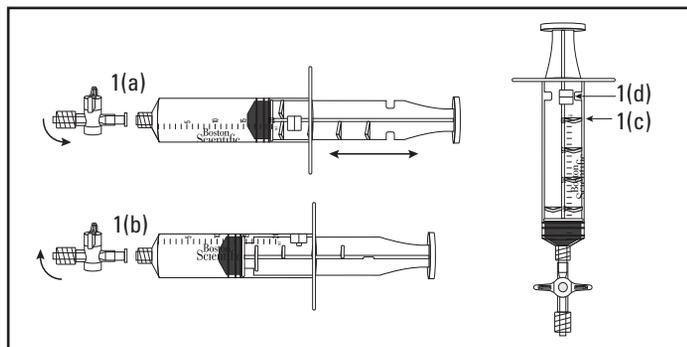

Figura 1.
1. Examine la llave de paso (figura 1(a)). La llave de paso tiene dos conexiones Luer para acoplarla a la aguja y la jeringa. Puede intercambiarse aire con la llave de paso en posición abierta. La llave de paso está abierta cuando queda alineada paralelamente a la jeringa, y cerrada cuando se encuentra en posición perpendicular con respecto a la jeringa (como se muestra).
2. Examine la jeringa (figura 1). El cilindro de la jeringa tiene un pasador de tope (figura 1(d)) y el émbolo de la jeringa cuenta con cuatro aletas de bloqueo (figura 1(c)). El émbolo de la jeringa se puede desplazar dentro del cilindro de la jeringa para bloquearla y desbloquearla. Para bloquear la jeringa, tire hacia atrás del émbolo hasta que se alinee con el volumen de succión deseado (figura 1(a)). Gire el émbolo hacia la derecha para que el pasador de bloqueo encaje con las aletas de bloqueo del émbolo (figura 1(b)). Gire el émbolo hacia la izquierda para soltarlo.